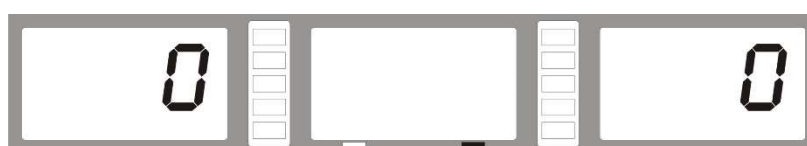

Abb. 5
- Wenn 00 00 angezeigt wird (**Abb.5**), dann ist der Wuchtvorgang in Ordnung und beendet.